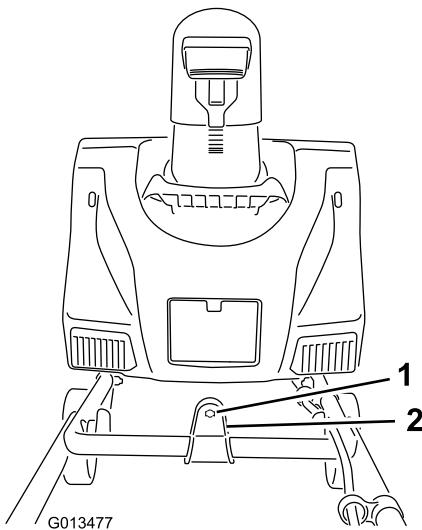

Figure 4
- Insérez l'extrémité de la tige d'orientation de la goulotte dans le trou de clavette du support qui est fixé au sommet de la partie inférieure du guidon (Figure 4).